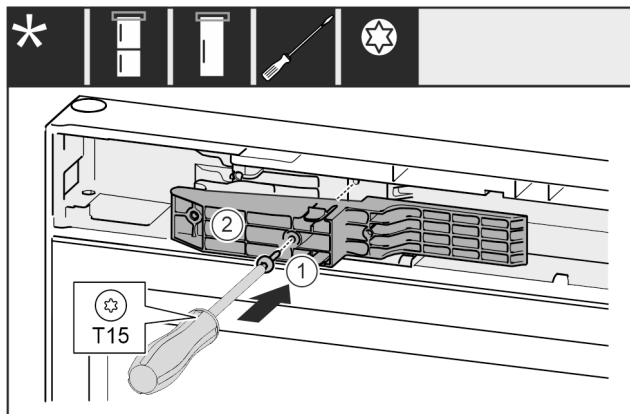

Fig. 68 *
- Umetnite adapterski element Fig. 68 (1) na stranu ručke u izrez.*
- Odvijačem pritegnite vijak Fig. 68 (2)*.